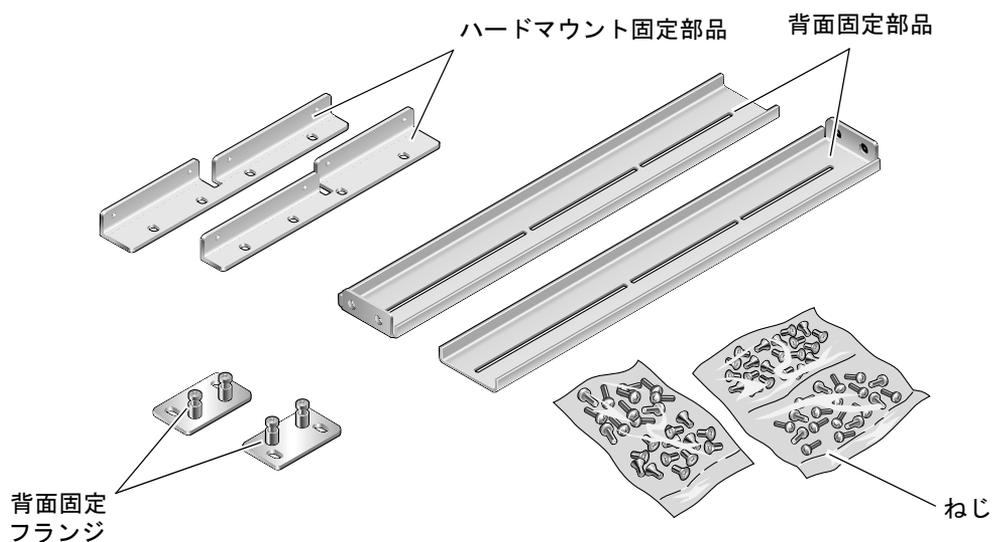

図 3-1 19 インチ 4 ポストのハードマウントキットの内容
1. ラックキットからハードマウント正面固定部品を取り出します (図 3-1 を参照)。
4. ラックキットから 2 つの背面固定部品を取り出します (図 3-1 を参照)。
8. ラックキットから背面固定フランジを取り出します (図 3-1 を参照)。